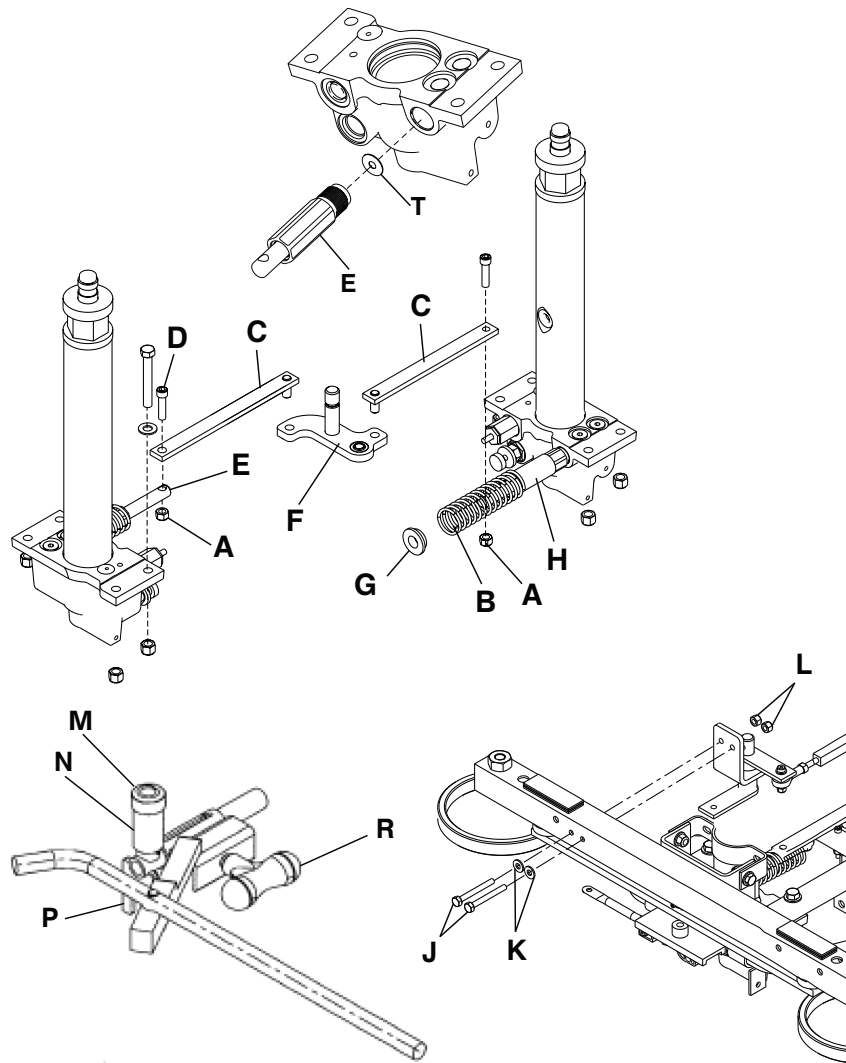

Figure 6 – Remplacement du piston de pompe pour vérin
4. À l'aide d'une clé à six pans de 3/8 po et d'une clé mixte de 1/2 po, retirer le contre-écrou (A) sous le piston de la pompe (Figure 6). Conserver le contre-écrou.